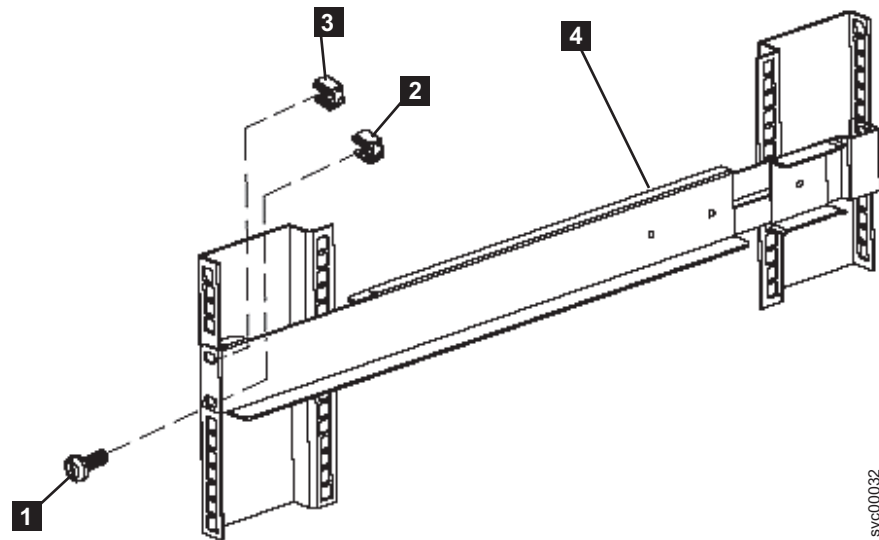

図 27. 2145-1U 無停電電源装置への前部レールの固定
8. 1 つの M6 × 10 ねじと 1 つのクリップ・ナット **1** (図 27) を使用して、レールの下部の穴のみをラックの前面に取り付けます。